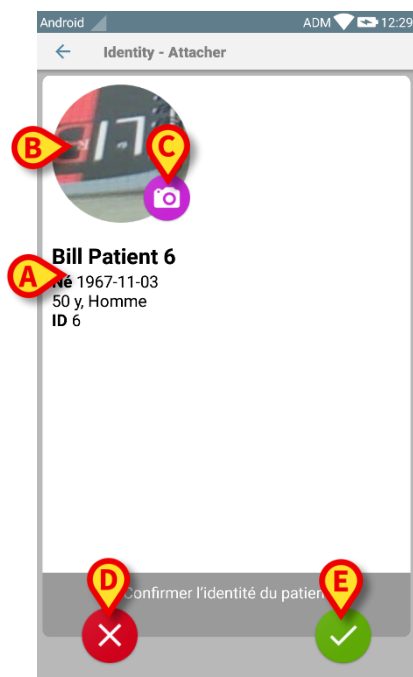

Fig 114
Un écran est fourni à l'utilisateur, il affiche les données principales du patient et une photo du patient (si disponible ; dans le cas contraire, une icône générique s'affiche - Fig 114):
- nom du patient, date de naissance, sexe, code d'identification (Fig 114 **A**);
- photo du patient (Fig 114 **B**).
Étant donné que la photo du patient est manquante, il est possible d'en prendre une nouvelle en touchant le bouton de la Fig 114 **C**. Une fois qu'une nouvelle photo a été prise, il est possible de la modifier dans le but de sélectionner une zone réduite adéquate pour l'écran détaillé du patient. La Fig 1 montre l'écran d'un dispositif à écran haute résolution (c'est-à-dire pas un Myco 1/2).
L'utilisateur peut refuser ou confirmer l'identification du patient suggérée en touchant respectivement les boutons sur la Fig 114 **D** ou Fig 114 **E**. Si l'identification du patient est refusée, alors la procédure est effacée. Si l'utilisateur a actualisé la photo du patient et que l'identification du patient est refusée, alors l'actualisation de la photo du patient est également refusée.